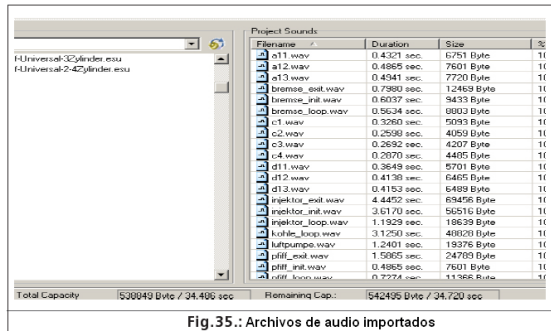

Fig.35.: Archivos de audio importados
- Repita este procedimiento con „d12s.wav“ y „siedens.wav“ en la segunda ranura de sonido y así hasta finalizar en „D1“ igual que se muestra en la Fig. 35.